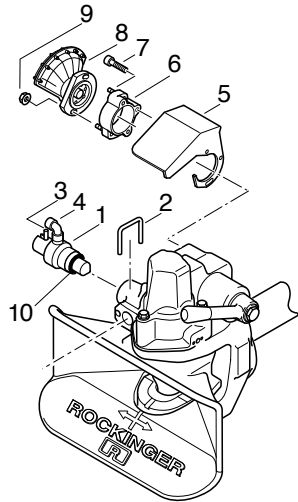

Abb. 2
## 1.2 Sicherung (Abb. 2)
## 1.3 Abweisblech und Adapter (Abb. 2)
- Schwenkantrieb (**8**) auf den Adapter (**6**) aufsetzen (s. Abb. 2): Die Stecknuss muß auf die Handhebelachse passen, ohne sie verdrehen zu müssen.
- Knebelgriff (**3**) an der Sicherung (**1**) (s. Abb. 2) ziehen und festhalten
- Kupplung mit dem Handhebel (**10**) öffnen, Knebelgriff (**3**) loslassen: Fangmaul muss arretieren (s. Abb. 2)
Knebelgriff (**3**) an der Sicherung (**1**) (s. Abb. 2/3) ziehen und loslassen: Der Grenztaster **darf** die Bewegung des Kontrollstiftes **nicht behindern** (s. auch MUB Fernanzeige).